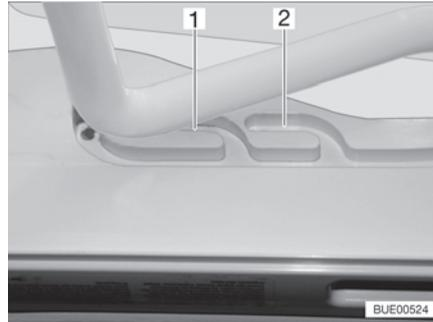
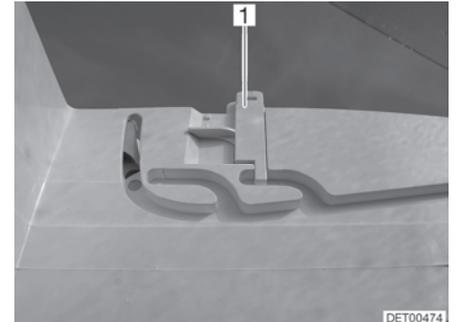

Fig. 22 Guida (posizione di ricircolo d'aria)
Fig. 23 Bloccaggio (posizione di ricircolo d'aria)
È possibile portare l'oblò Heki in due posizioni di ricircolo d'aria: Posizione brutto tempo (Fig. 22,1) e posizione centrale (Fig. 22,2). A seconda del modello, l'oblò può essere bloccato sulla posizione centrale del suo telaio con i due chiavistelli (Fig. 23,1) di sinistra e destra.
- Premere la staffa leggermente verso l'alto, spingerla nella guida selezionata (Fig. 22,1 o 2) ed eventualmente bloccarla.